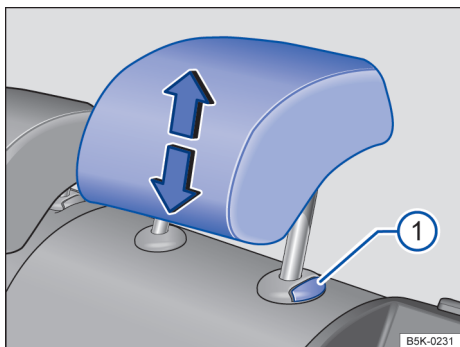

Fig. 81 Ajuste dos apoios de cabeça traseiros.
- Desloque o apoio para cabeça para cima ou, ao mesmo tempo que pressiona o botão → Fig. 81 ❶, para baixo no sentido da seta correspondente → ⚠️ em *Introdução ao tema* na página 99.